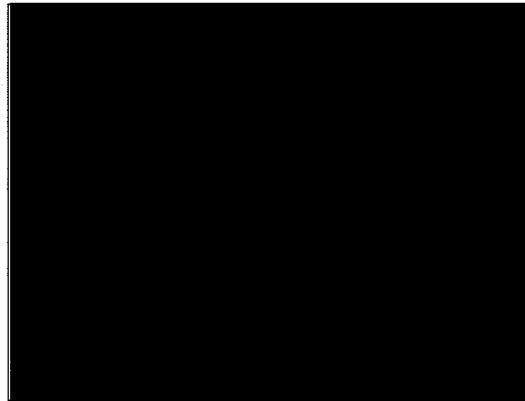

Figura 34
8. Gire el alojamiento de la válvula hacia la izquierda (consulte la figura 34).